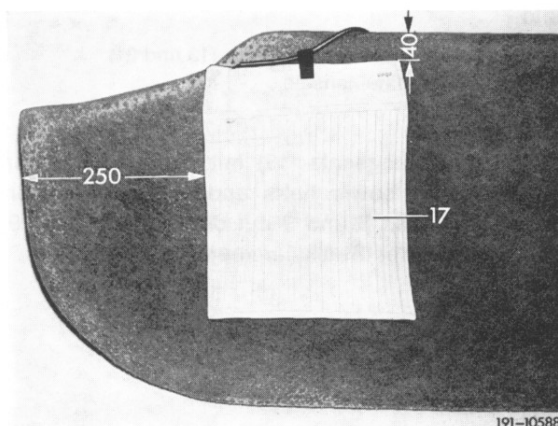

Bild 11
34 Heizkissen (17) an den Ecken nach Bild 11 und 12 an der Gummihaarauflage des Fondsitzes und der Fondlehne anheften.